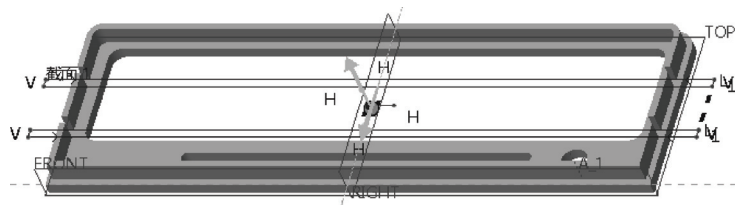

图 12-42 模型预览
6) 单击 (深度方向) 按钮, 并从深度选项下拉列表框中选择 (穿透) 图标选项, 此时模型如图 12-42 所示。